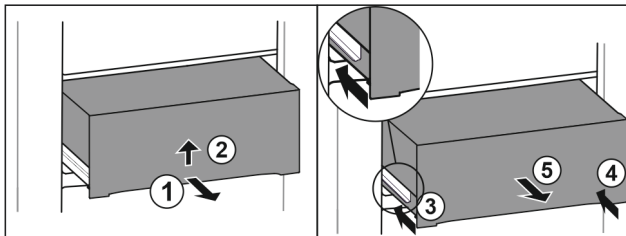

Fig. 50
- ▶ Extraiga el cajón hasta la mitad. Fig. 50 (1)
- ▶ Levantar la parte inferior del cajón Fig. 50 (2).
- ▶ Inserte el riel izquierdo. Fig. 50 (3)
- ▶ Inserte el riel derecho. Fig. 50 (4)
- ▶ Extraiga el cajón hacia delante. Fig. 50 (5)